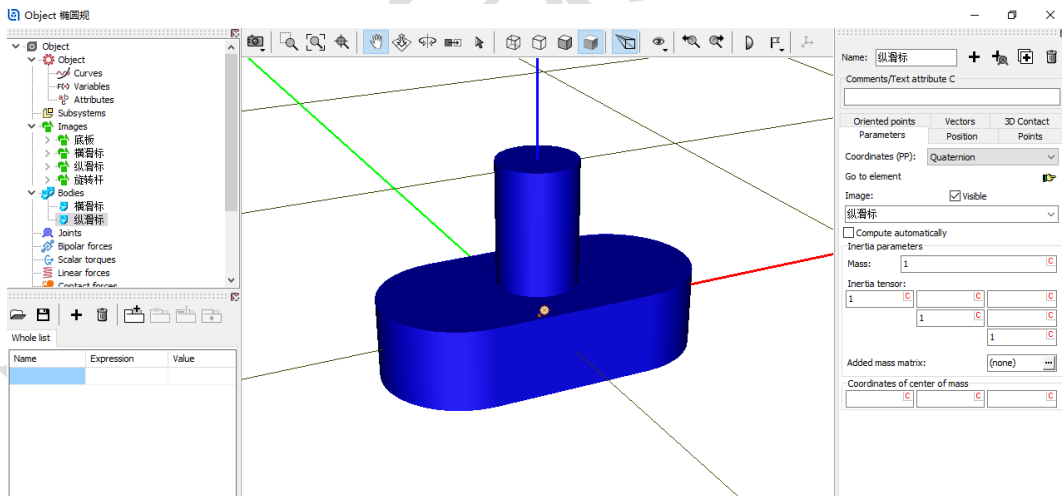

图 2-75
- 7) 点击右侧面板上方的按钮 ，复制生成第二个刚体，重命名为**纵滑标**，从 **Image** 下拉菜单选择几何**纵滑标**，如图 2-75。